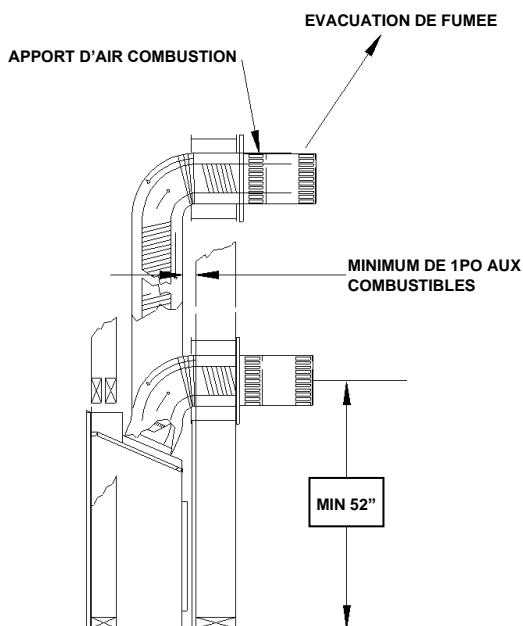

Figure 1
Placez les ressorts d'espacement environ tout les 2pi pour stabiliser le conduit flexible de 4po à l'intérieur du conduit flexible de 7po. Pour les courbes, placez les ressorts dans la courbe ou avant et après. (voir fig.1)
Étirez les tuyaux de 4po et 7po pour que le tuyau de 7po dépasse du mur extérieur d'environ 2po ou 3po et le tuyau de 4po sorte de celui de 7po d'environ 2po à 3po. (voir fig.1) Attachez le tuyau de 4po à l'évent de sortie en premier et fixez-le à l'aide de scellant et de vis puis attachez le conduit flexible à l'évent et fixez le à l'aide calfeutrage et de vis. L'évent peut ensuite être repoussé vers le mur extérieur et attaché à la maison en le vissant à la charpente. Mettez de la silicone autour de l'évent de sortie pour le rendre étanche. Si vous allez utiliser un écran de revêtement, fixez le en utilisant les mêmes trous que pour le dessus de l'évent, après que celui-ci ait été étanchéifié avec du calfeutrant.
4. Pour installer le manchon centrez-le à l'intérieur de l'ouverture de 11po x 11po de la charpente et fixez-le. Passez le conduit dans le manchon mural. (Voir fig.1)